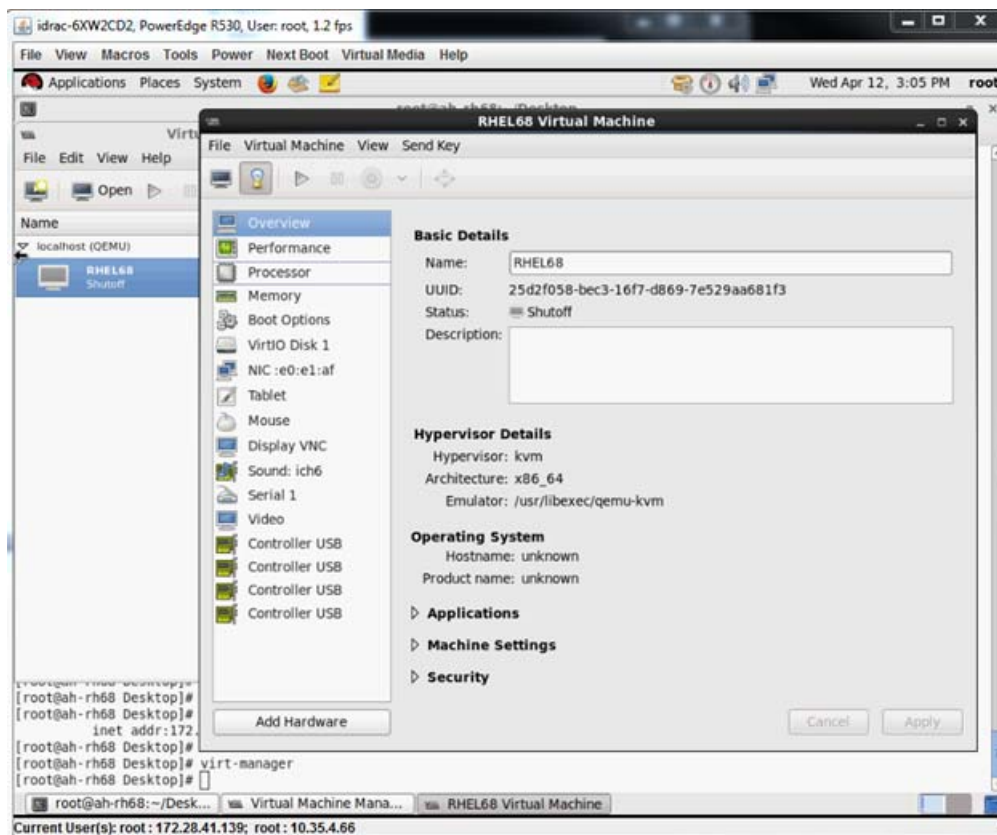

Figure 11-13. Machine virtuelle RHEL68
- a. Dans la boîte de dialogue Machine virtuelle (Figure 11-13), cliquez sur **Ajouter un matériel**.